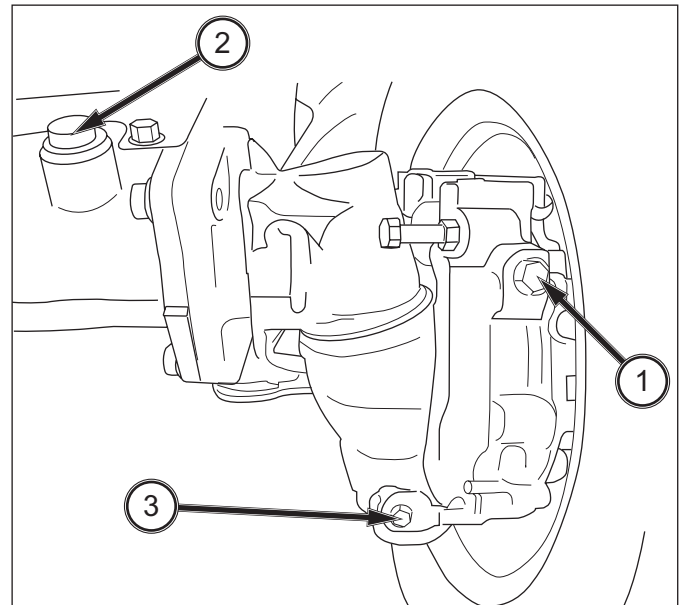

ABB. 134
ABB. 134: Zum Prüfen des Ölstands den Traktor auf ebenem Untergrund abstellen und anschließend den Ölstandsstopfen (1) abnehmen. Der Ölstand sollte bis zur Öffnung des Ölstandsstopfens oder bis leicht darunter reichen. Den Einfüllstopfen (2) entfernen und Öl nachfüllen, bis es aus der Öffnung des Ölstandsstopfens austritt. Den Ölstandsstopfen und den Einfüllstopfen wieder einsetzen.